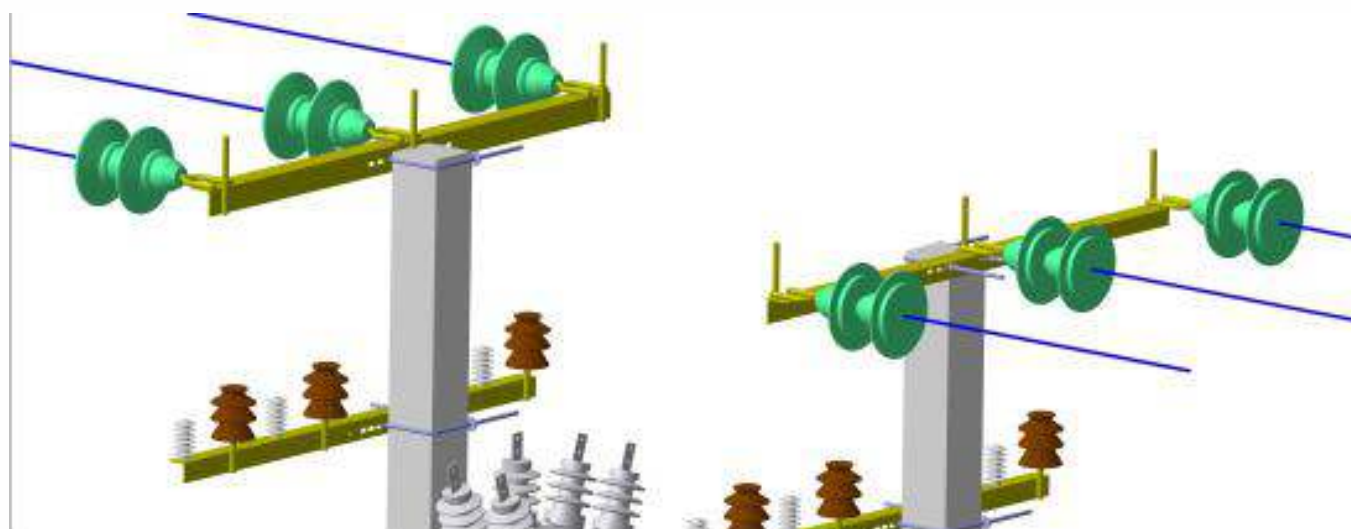

Рисунок 22
- Подсоединить траверсы ТШАГ 301341.004 к высоковольтной линии с помощью подвесных изоляторов (рис. 22).